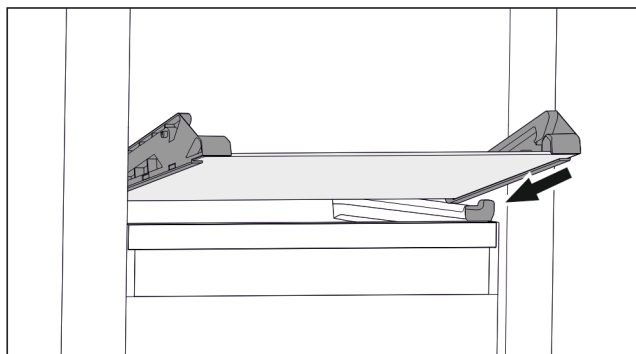

Fig. 73 Placa de sticlă a sertarului înclinabil
- ▶ Așezați placa de sticlă oblic în spatele opritoarelor. (vezi Fig. 73)